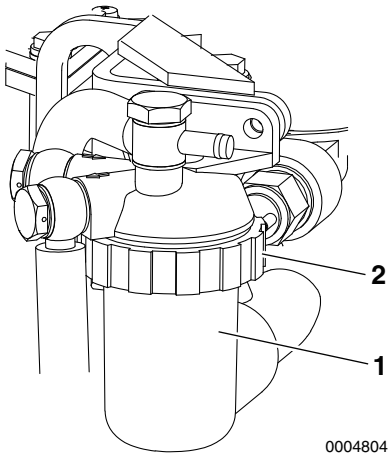

Figura 8
3. Rimuovere l'alloggiamento del filtro allentando l'anello di ritenuta (**Figura 8, (2)**). Girare l'anello in senso antiorario usando una chiave per filtri.
4. Rimuovere l'alloggiamento (**Figura 8, (1)**) e l'elemento. Sostituire l'elemento con uno nuovo.